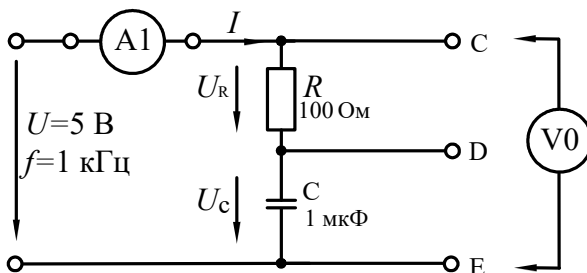

Рисунок 10 –Исследования неразветвленной цепи RC
2.1. Соберите цепь согласно схеме (рис. 10), подключите регулируемый источник синусоидального напряжения и установите его параметры: $U=5$ В, $f=1$ кГц.